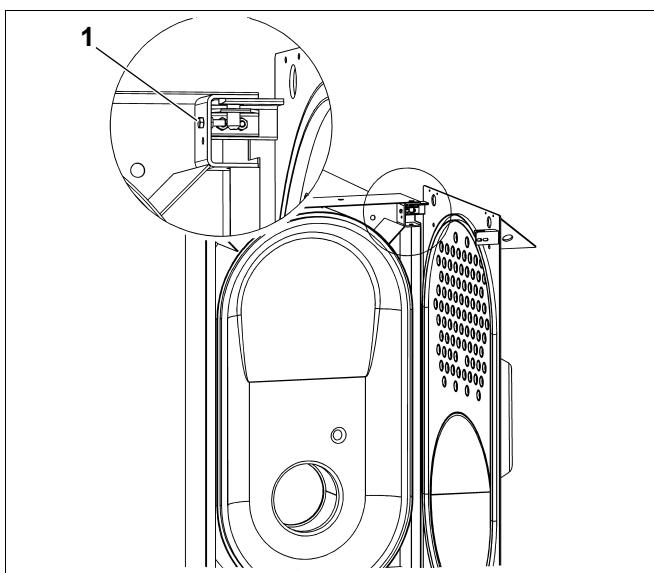

Рис. 2 Предохранительный болт
- При открытой двери вынуть предохранительный болт (рис. 2, **поз. 1**) на верхнем правом шарнирном креплении двери.
- Открыть дверь и установить предохранительный болт в верхнее отверстие левого шарнирного крепления дверцы (рис. 2).